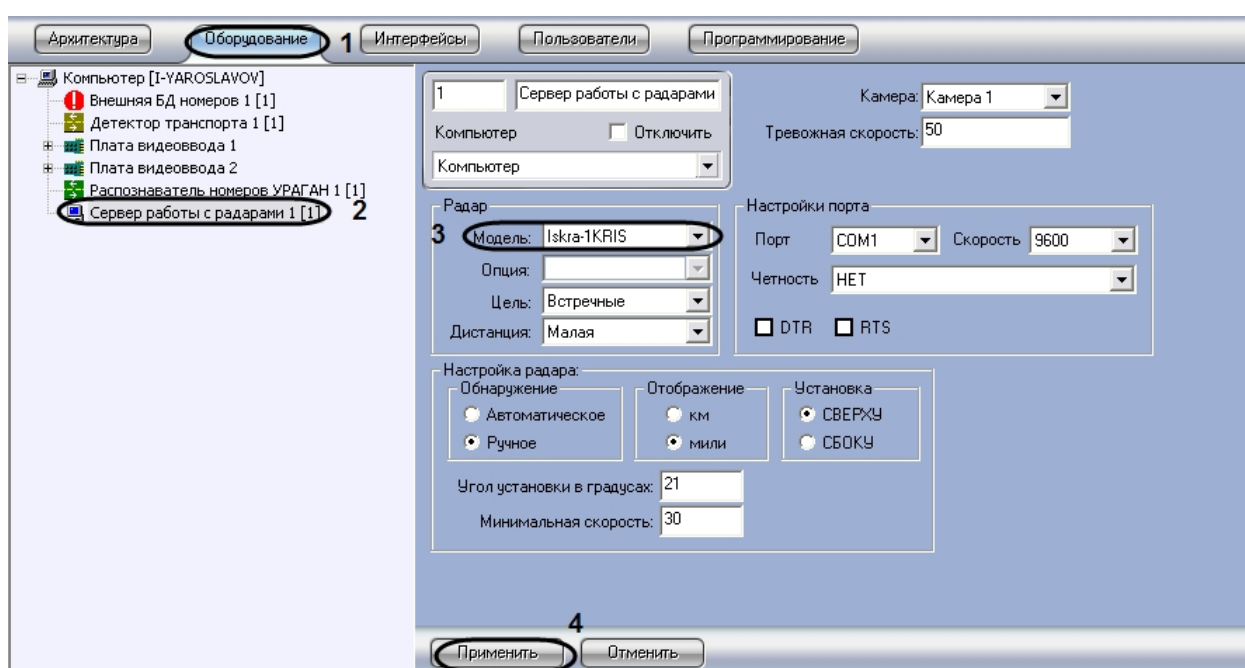

Рис. 53. Выбор подключаемого устройства «Радар» из списка доступных устройств
2. В дереве объектов на вкладке «Оборудование» выбрать объект «Сервер работы с радарными», соответствующий настраиваемому программному модулю «Радар». В правой части вкладки «Оборудование» отобразится панель настройки выбранного объекта (см. Рис. 53).